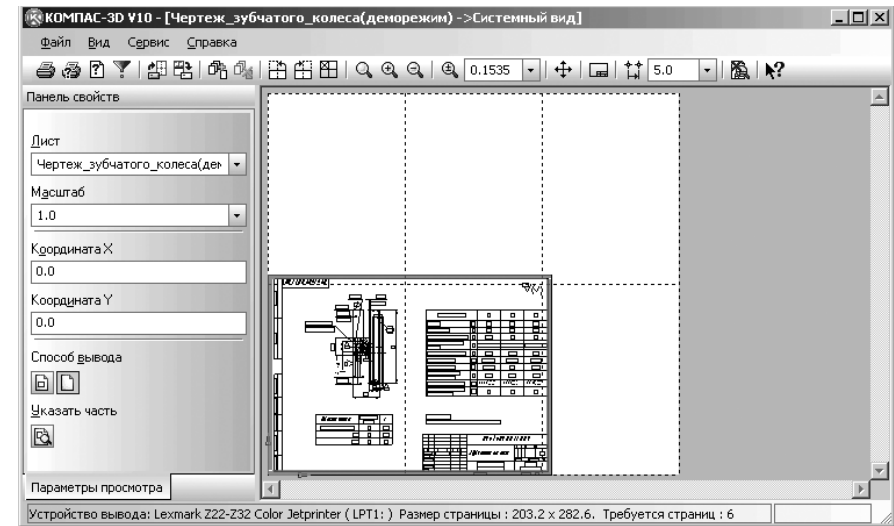

Рис. 5.118. Система в режиме предварительного просмотра
- щелкните на панели инструментов **Стандартная** по кнопке **Предварительный просмотр**. Система перейдет в режим предварительного просмотра рис. 5.118.
- щелкните на панели инструментов **Стандартная** по кнопке  **Предварительный просмотр**. Система перейдет в режим предварительного просмотра (см. рис. 5.118);
- щелкните на панели инструментов **Стандартная** по кнопке **Предварительный просмотр**. Система перейдет в режим предварительного просмотра (см. рис. 5.118);